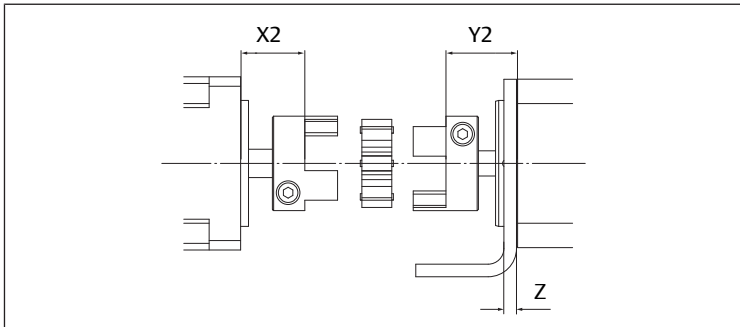

图 13: 带脚部固定装置的连接器的位置尺寸
- 对于带脚部固定装置的连接器。参见 → 图 13 和 → 表 5。
3. 拧紧螺栓 (12)。